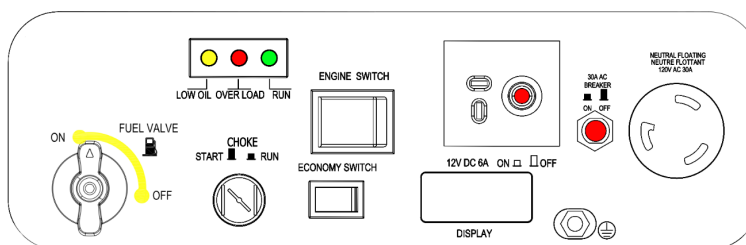

Figura 2. Painéis de controlo.
2.2 Painel de controlo, Figura 2.